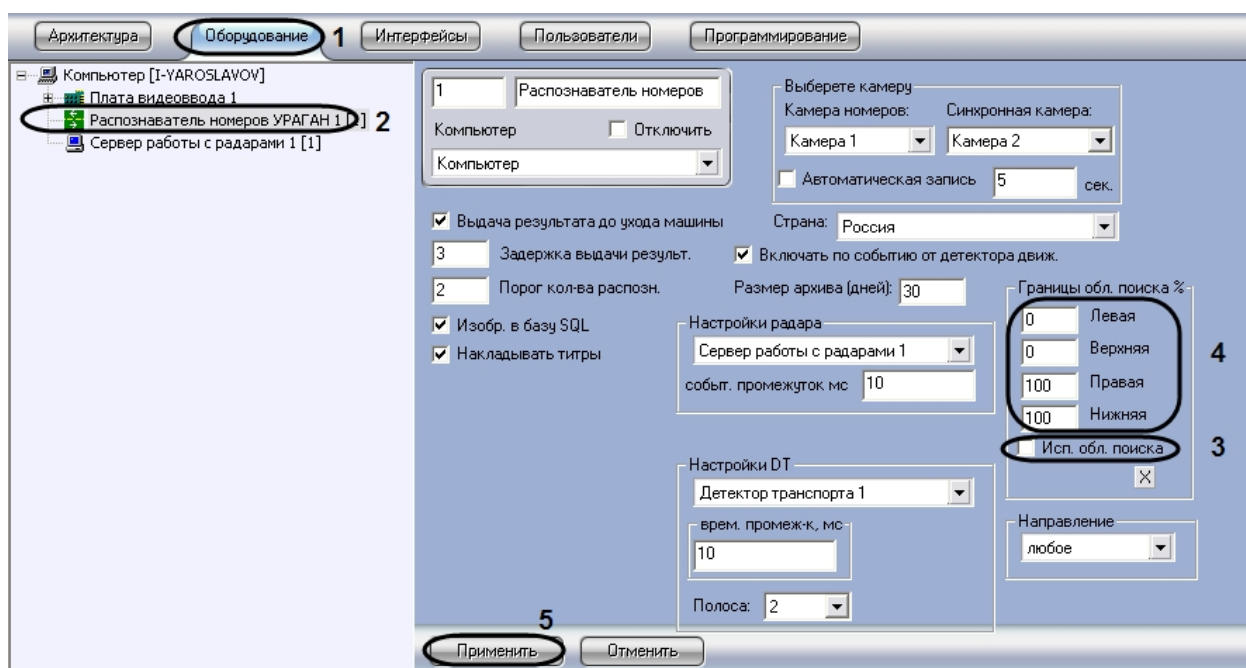

Рис. 36. Указание границ зоны поиска номерного знака
2. В дереве объектов на вкладке «Оборудование» выбрать объект «Распознаватель номеров УРАГАН», соответствующий настраиваемому программному модулю «Ураган». В правой части вкладки «Оборудование» отобразится панель настройки выбранного объекта (см. Рис. 36).